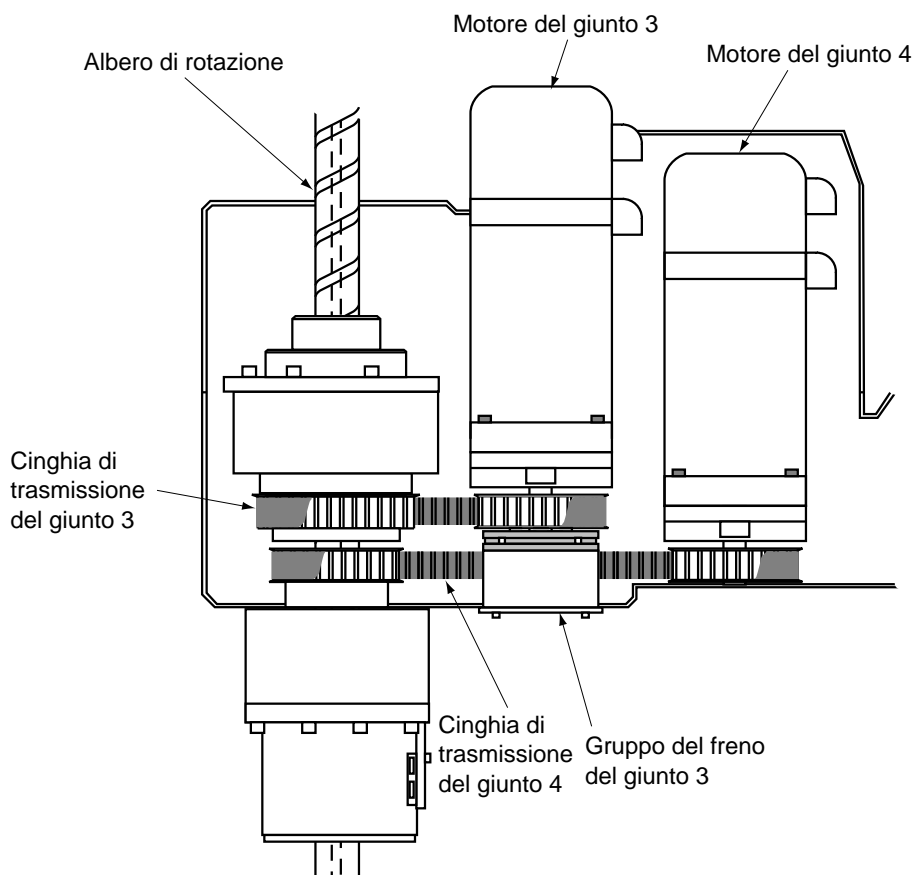

Figura 5-3. Posizione delle cinghie di trasmissione dei giunti 3 e 4
4. Controllare con le dita la tensione delle cinghie di trasmissione dei giunti 3 e 4. Vedere la Figura 5-3. Le cinghie dovranno apparire tese al tatto. Se appaiono decisamente allentate, contattare l'Assistenza Clienti Adept.